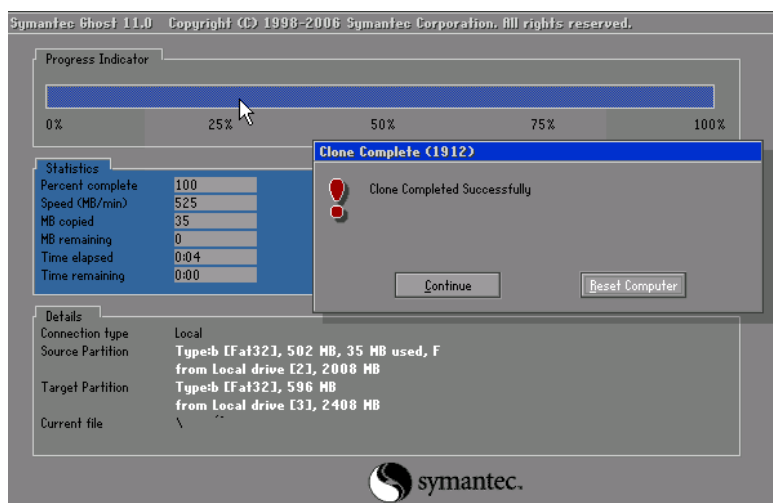

图 5-124 GHOST 数据复制
(5) 然后进行数据 GHOST 复制, 如图 5-124 所示。